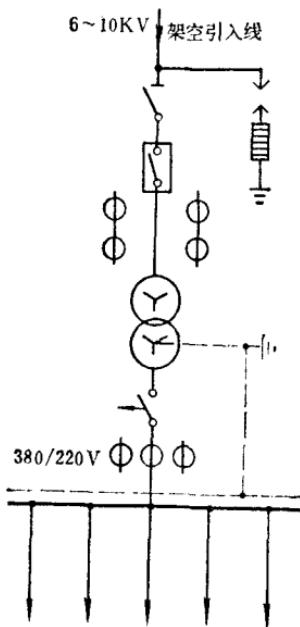

图1 变电所一次回路系统图
1. 一次回路系统结线图 它是用来表示电气设备的组成部分及其连接方式等，可用多线图表示，也可用单线图表示，常用的是后一种，所有的电气设备均处于不带电状态。图1是10千伏变电所一次回路系统结线图的图例。